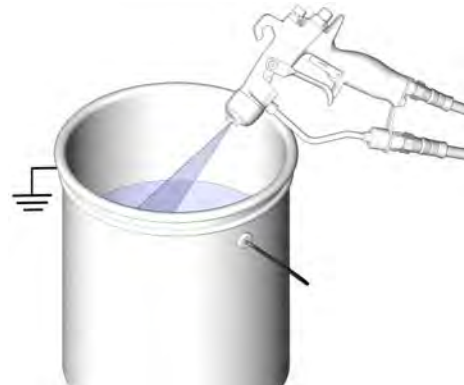

FIG. 12
5. Håll en metalldel på pistolen stadigt mot ett jordat metallkärl. Tryck av pistolen för att avlasta trycket. Se FIG. 12.